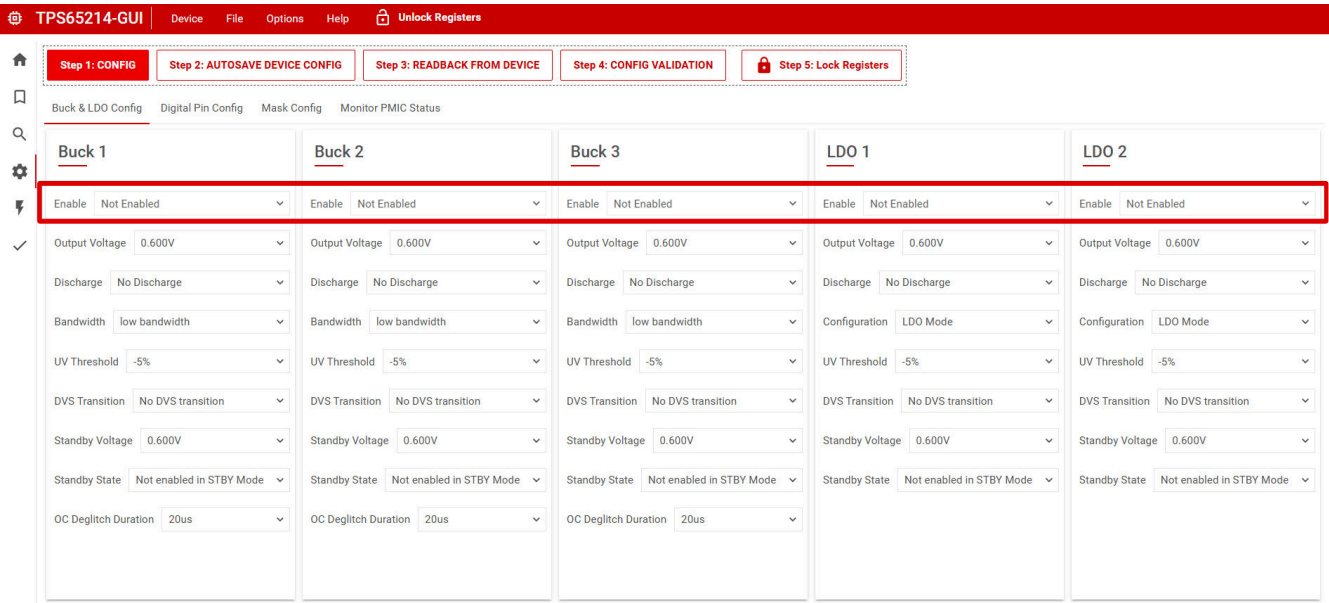

图 5-1. 使用 TPS65214-GUI 的使能设置
- 图 5-1 显示了使用 TPS65214-GUI 的配置选项卡时要更改的设置。